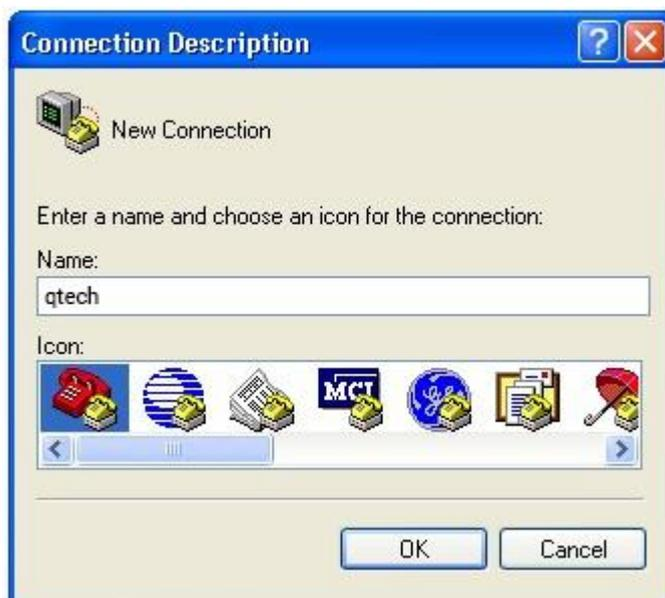

Рисунок 4-2.
- Выберите Cancel. Появится окно создания нового соединения (Рисунок 4-2).